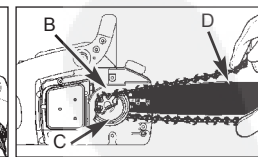

Fig. 4B
2. Plaats de ketting op het tandwiel achter de koppeling (C). Ga na of de schakels tussen de tanden van het tandwiel passen (fig. 4B)
3. Leid de schakels in de groef (D) en over het uiteinde van het zwaard (fig. 4B).